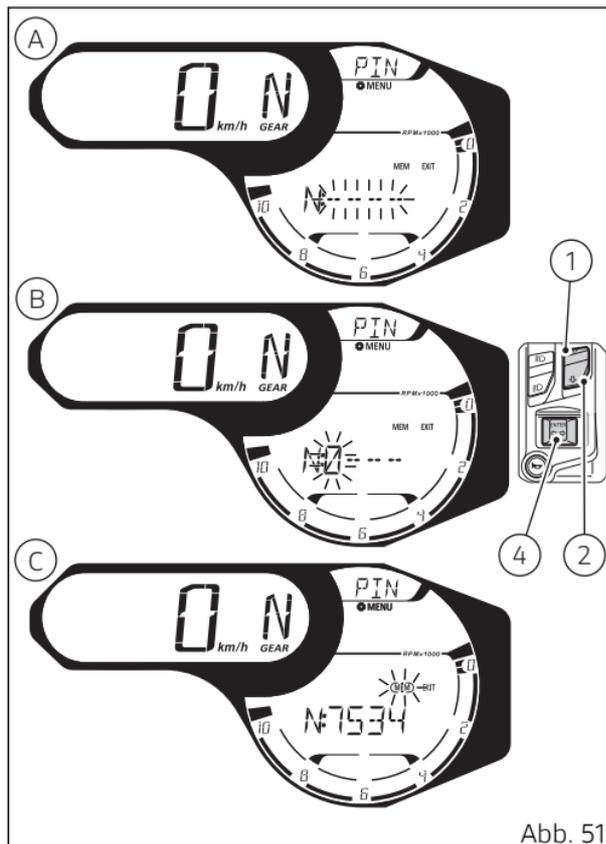

Abb. 51
Wird die Taste (4) zur Bestätigung der vierten und letzten Zahl gedrückt, blinkt im Display die Umrandung der Angabe MEM (C, Abb. 51) auf. Nun können über die Tasten (1) und (2) folgende Maßnahmen getroffen werden:
- Wahl der Angabe „EXIT“ (blinkende Umrandung) und Drücken der Taste (4) zum Beenden ohne Speicherung des PIN CODE;
- Wahl der einzelnen Ziffern (blinkend) des eingegebenen Codes und Drücken der Taste (4) für die Änderung mittels Wiederholung der Codeeingabe;
- Wahl der Angabe „MEM“ (blinkende Umrandung) (C, Abb. 51) und Drücken der Taste (4) zum Speichern des PIN CODE.